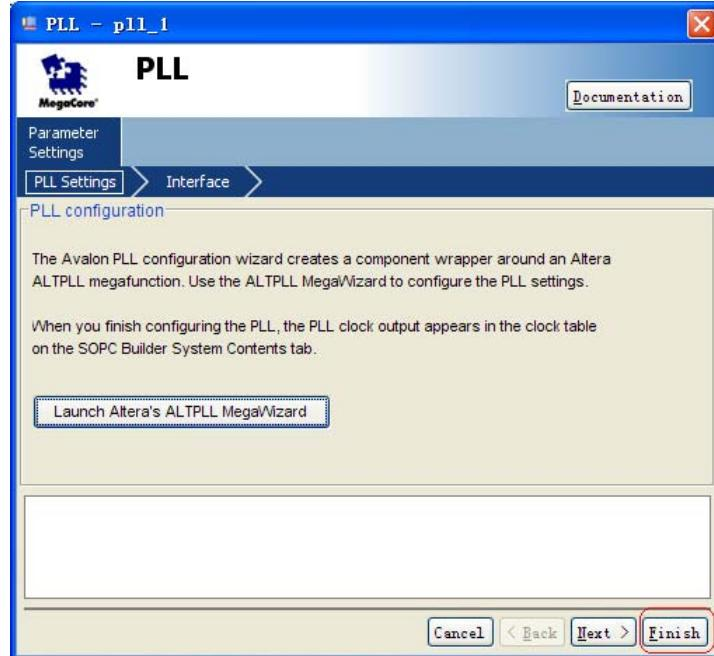

图 10-9 ALTPPLL 设置第五页
14. 之后一路 next 直到 MegaWizard finish, 回到 PLL 添加页面, 如图 10-9, Finish。